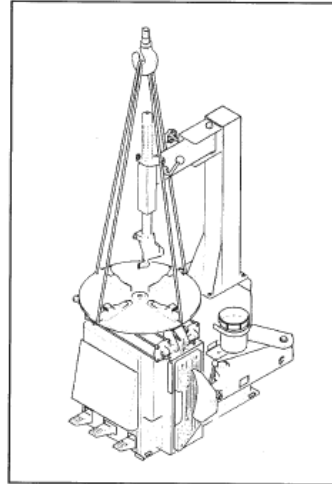

Рис. 40
C. Способ строповки стенда указан на рис. 40. Допускается применять стропы длиной 3 м и грузоподъемностью не менее 500 кг. Не применяйте для подъема стенда металлические стропы.